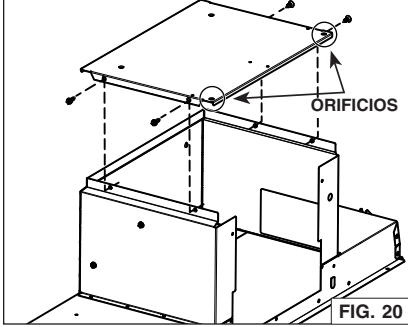

FIG. 20
9. Instale la placa trasera en la parte superior del aparato, dónde estaba la placa de soporte del ventilador. Los orificios cerca de las esquinas deben encontrarse en la parte trasera del aparato. Sujétarla a la parte superior del aparato usando los 4 tornillos retirados previamente al paso 7 (FIG. 20).